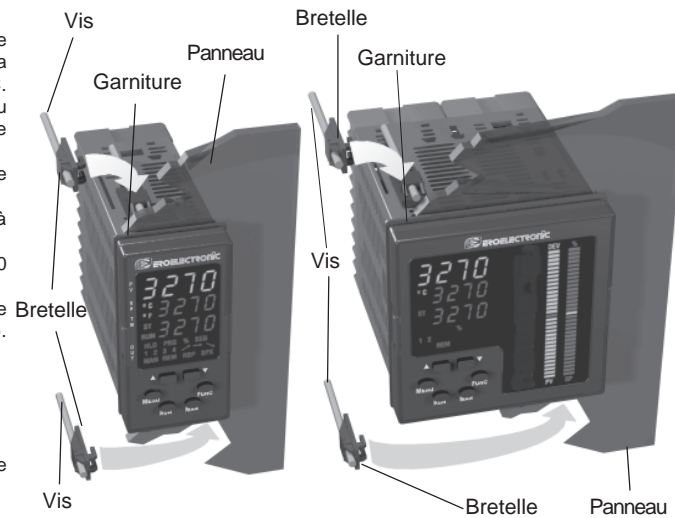

Fig. 1
Pour garantir les protections IP 65 et NEMA 4X, introduire la garniture entre l'instrument et le panneau (voir figure 1).
- 4) introduire la bretelle de fixation (voir figure 1) ;